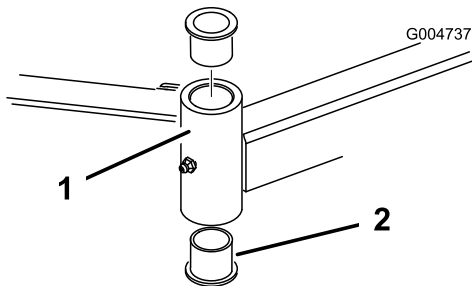

Figura 31
4. Inserte un botador fino en la parte superior o inferior del tubo de montaje y dé golpes hasta retirar el casquillo del tubo (Figura 31). Retire también el otro casquillo del tubo. Limpie el interior de los tubos para eliminar toda suciedad.